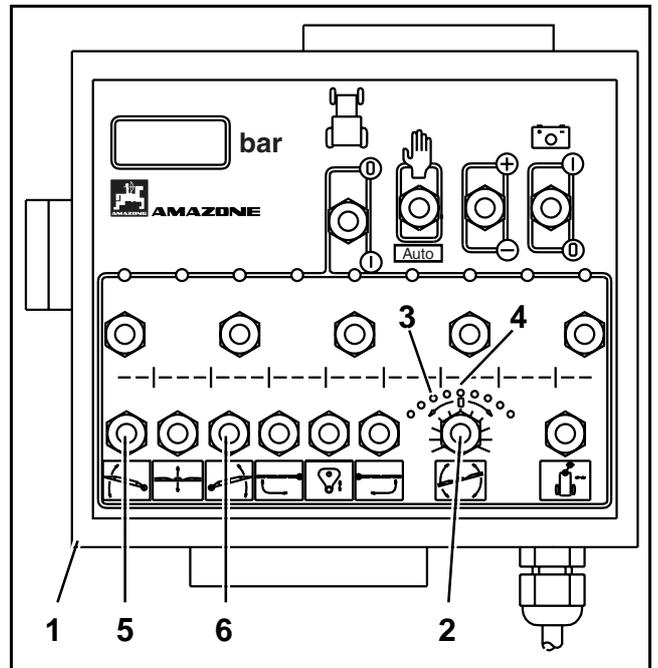

Fig. 8.75
- Activar el pulsador (Fig. 8.75/2) para regular la inclinación del varillaje desplegado.
El diodo central (Fig. 8.75/4) representa la „posición 0” del varillaje. Si el varillaje está ajustado paralelamente al marco del rociador y se prende un diodo distinto al central, será necesario un reajuste de la “posición 0”.